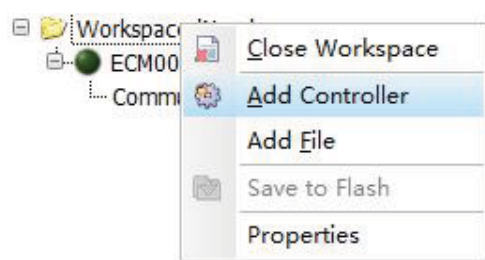

图 1.6
(1) 在上一步的基础上上右键选择 **Add Controller** 如图 1.6 所示，添加物理控制器。
(2) 点击 **Connect** 连接。MMI 默认在 Ethernet 下，通常直接连接的单个主控制器物理地址是 10.0.0.100 不需要修改。